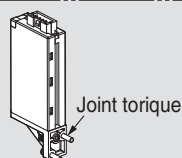

Fig. 2
- 5) Retirez le boîtier de jonction B (haut) avec un tournevis de précision. (Voir **Fig. 2**.)
- 3) Retirez le boîtier de jonction B (haut) de toutes les stations avec un tournevis de précision. (Voir **Fig. 2**) (Retirez chaque boîtier de jonction B du côté D.)